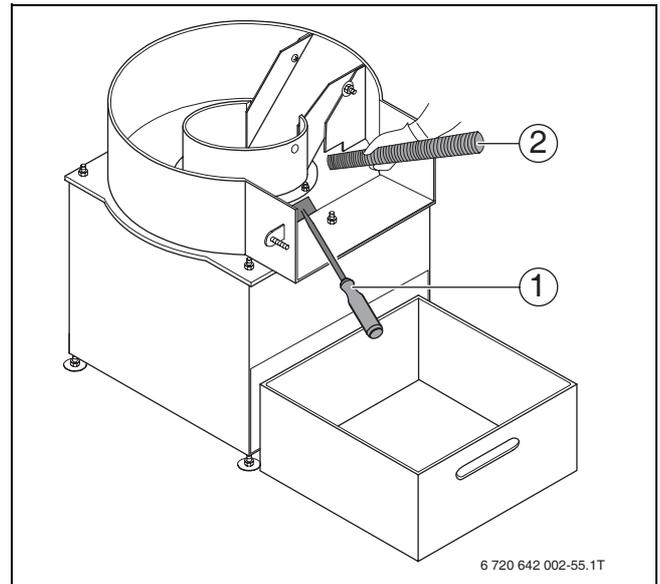

Bild 31 Feuerraum reinigen
- ▶ Asche mit einem Aschekratzer (Zubehör) (→ Bild 31, [1]) aus dem Feuerraum in die Aschelade kehren.